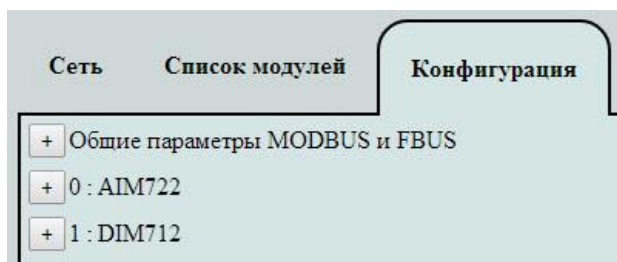

Рис. 14. Содержимое вкладки **Конфигурация** после создания списка модулей
6. Щелкните на вкладке **Конфигурация**. При правильном выполнении действий по пп. 3–5 вкладка **Конфигурация** будет содержать информацию, показанную на Рис. 14.
5. Щелкните на вкладке **Конфигурация**. При правильном выполнении действий по пп. 3–4 вкладка **Конфигурация** будет содержать информацию, показанную на Рис. 14.